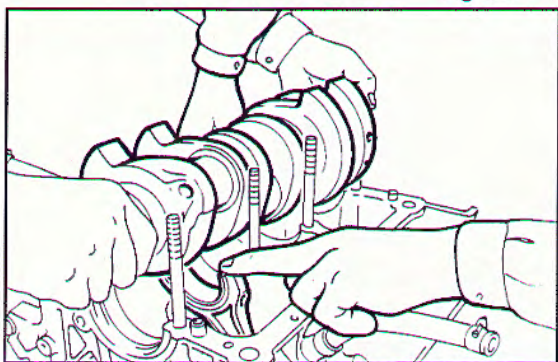

Fig. 142 ▼
- inserire l'albero motore con il perno di manovella centrale rivolto verso il basso, mantenendo sollevate le bielle dei cilindri n° 1 e 4 (Fig. 142);
- insert the crankshaft with the central crankpin facing down, keeping the ends of cylinders no. 1 and 4 raised (Fig. 142);